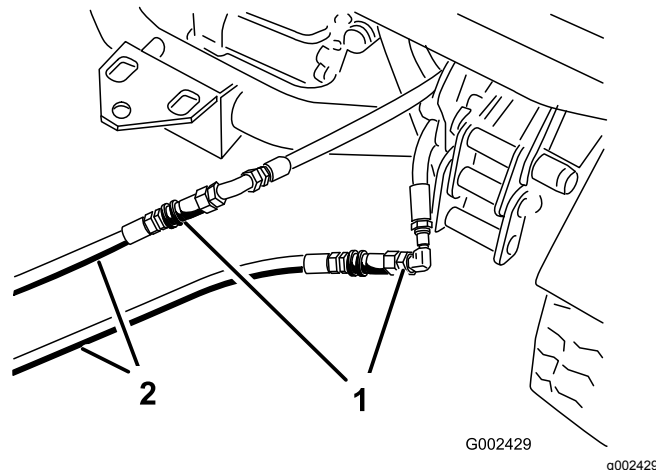

图 84
3. 在禁用的机器上将 2 个跳线软管连接至断开的软管图 84。